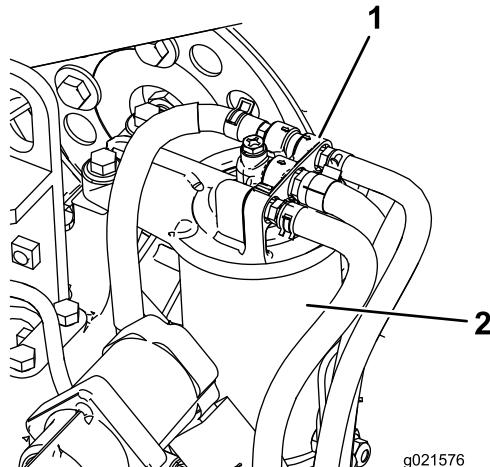

Figura 53
- Limpie la zona alrededor de la cabeza del filtro de combustible (Figura 53).
- Retire el filtro y limpie la superficie de montaje de la cabeza del filtro (Figura 53).